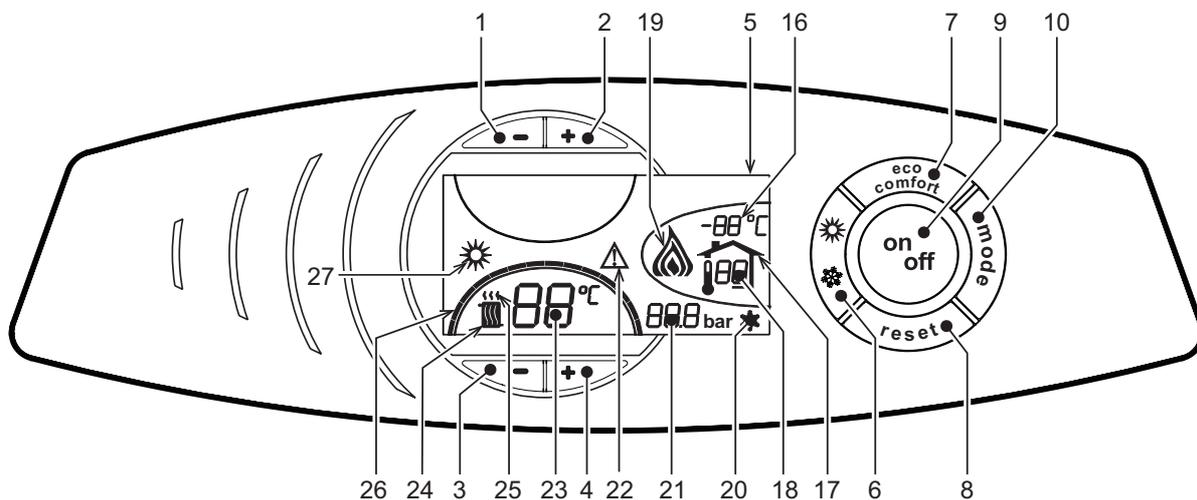
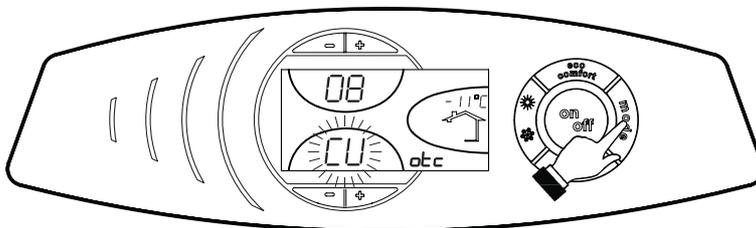
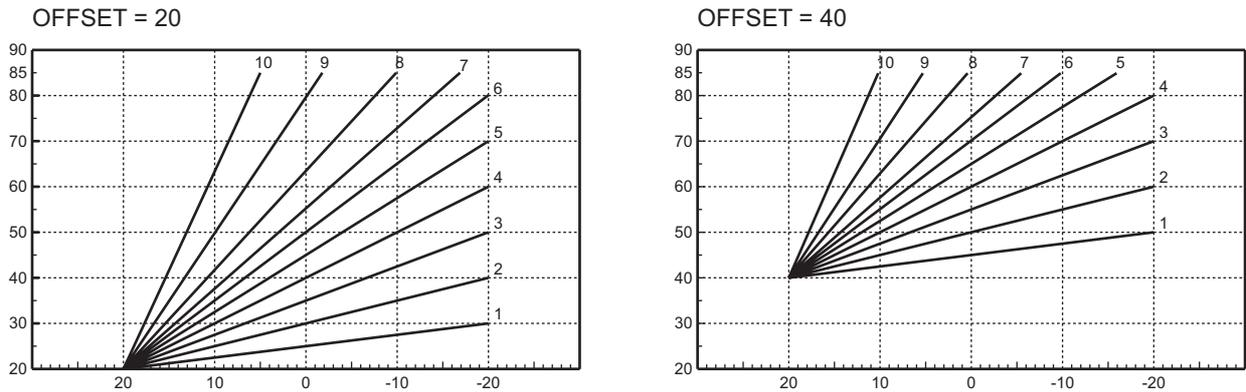

fig. 1 - Panel de control
fig. 9 - Curva de compensación
fig. 12 - Ejemplo de desplazamiento paralelo de las curvas de compensación
La solicitud de calefacción (generada por el termostato ambiente o el reloj programador a distancia) se indica mediante el parpadeo del símbolo del aire caliente encima del símbolo del radiador (24 y 25 - fig. 1).
Las muescas de graduación calefacción (26 - fig. 1), se encienden en secuencia a medida que la temperatura del sensor de calentamiento va alcanzando el valor programado.
Presionar la tecla  (9 - fig. 1) durante un segundo.
Para volver a activar la caldera, pulsar nuevamente la tecla  (9 fig. 1) durante un segundo.
- Presionar la tecla ON/OFF (9 - fig. 1).
Presionar la tecla  (6 - fig. 1) durante un segundo.
**TESTO PAGINA 23** En la pantalla se visualiza el símbolo Verano (27 - fig. 1): la caldera sólo suministra agua sanitaria. El sistema anticongelación permanece operativo.
Para desactivar la modalidad Verano, pulsar nuevamente la tecla  (6 - fig. 1) durante un segundo.
Mediante las teclas de regulación de la calefacción  (3 y 4 - fig. 1) variar la temperatura desde un mínimo de 30 °C hasta un máximo de 90 °C, si bien se aconseja no hacer funcionar la caldera a menos de 45 °C.
Durante el funcionamiento con temperatura adaptable, la temperatura programada mediante las teclas de calefacción  (3 y 4 - fig. 1) pasa a ser la temperatura máxima de envío de la instalación. Se aconseja definir el valor máximo para que la instalación pueda regular la temperatura en todo el campo útil de funcionamiento.
Si se pulsa una vez la tecla  (10 - fig. 1) se visualiza la curva actual de compensación (fig. 9), siendo posible modificarla mediante las teclas del agua sanitaria  (1 y 2 - fig. 1).
Pulsando las teclas de la calefacción  (3 y 4 - fig. 1) se obtiene acceso al desplazamiento paralelo de las curvas (fig. 12), modificable mediante las teclas del agua sanitaria  (1 y 2 - fig. 1).
Pulsando nuevamente la tecla  (10 - fig. 1) se sale de la modalidad de regulación curvas paralelas. Si la temperatura ambiente es inferior al valor deseado, se aconseja definir una curva de orden superior y viceversa. Probar con aumentos o disminuciones de una unidad y controlar el resultado en el ambiente.